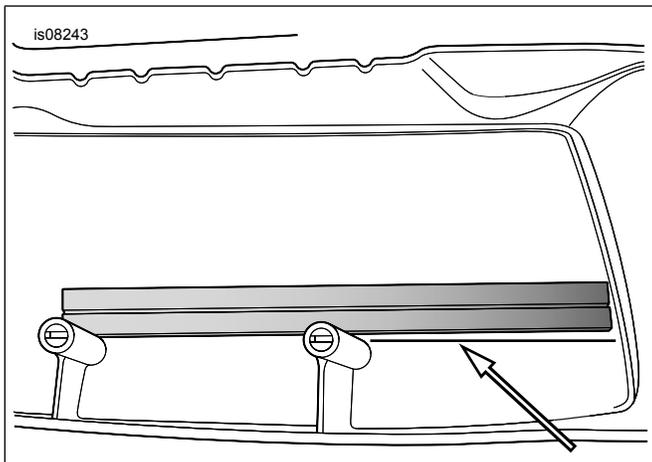
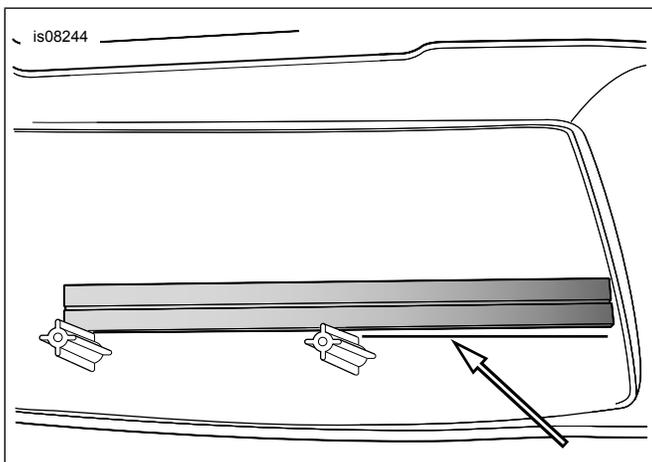

Figura 3. Colocación de la regla (se muestra la cubierta de fibra de vidrio del lado derecho)
Figura 4. Colocación de la regla (se muestra la cubierta de plástico negro del lado derecho)
3. Vea Figura 3 y Figura 4 para el material de su alforja. Coloque una regla contra los postes de montaje de la correa de retención de una de las cubiertas y marque o haga una línea guía a lo largo de la regla, como se muestra.